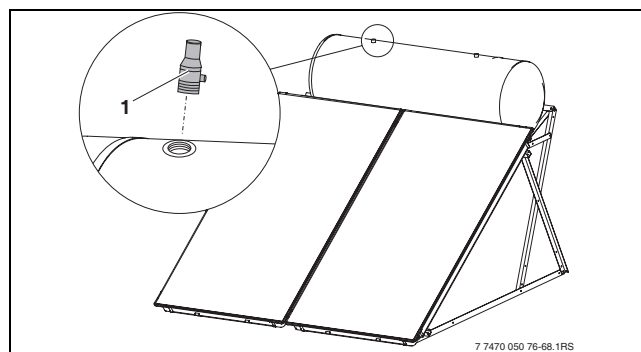

Fig. 79 Montage de la soupape de sécurité côté solaire
- Monter la soupape de sécurité côté solaire 2,5 bar (2,5 bar) (→ fig. 79, [1]) en haut sur le ballon.